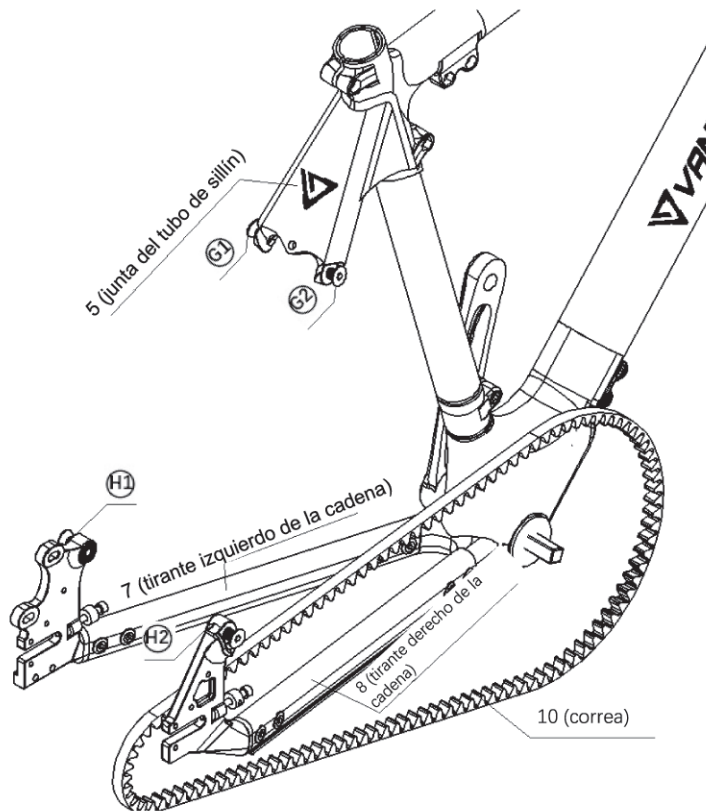

Figura 17.
a. Cruce la parte 10 con la parte 8, como se muestra en la Figura 17.